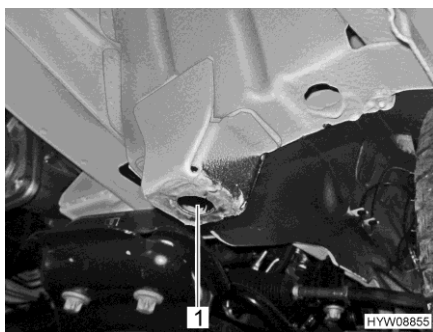
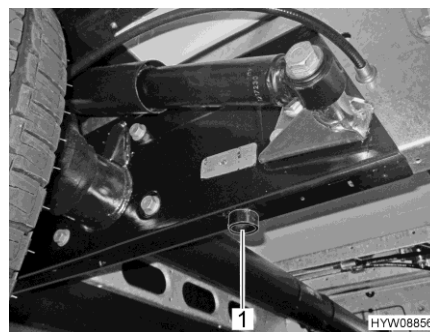

Fig. 207 Punto posizionamento cric (asse anteriore)
Fig. 208 Punto posizionamento cric (asse posteriore)
- Collocare il cric sui punti previsti (Fig. 207,1 e Fig. 208,1).